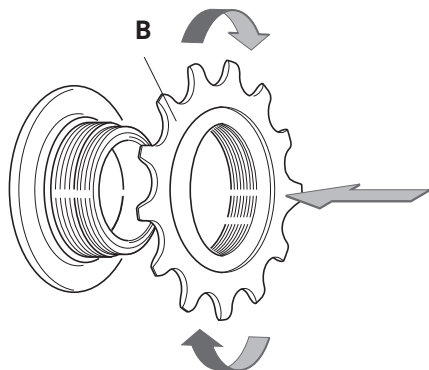

図7
- ・ ハブ・ボディーのねじ山に固定スプロケット (B - 図7) をセットします。Campagnolo カンパニョーロ® 工具 UT-CS060 を使用し、動かなくなる位置まで時計回りに回して取り付けます。